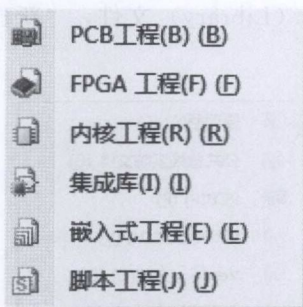

图 1-8 工程子菜单命令
(11) 数据库链接文件 (Database Link File)。使用数据库链接文件链接数据库中的字段到设计项目中的参数名。
(12) 工程 (Project)。该菜单具有一个子菜单, 如图 1-8 所示, 其中包括以下几个命令。